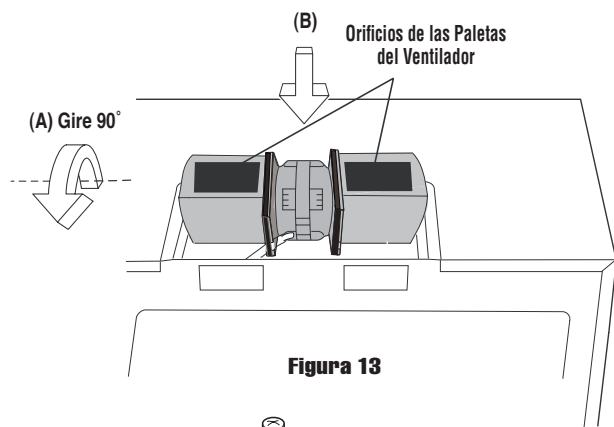

Figura 13
3. Gire la unidad de ventilador de la campana 90° para que los Orificios de las Paletas del Ventilador estén frente a la parte superior del horno. Vea la Figura 13 de la página 6. Coloque nuevamente la unidad de ventilador de la campana en el horno. Tenga cuidado de no atrapar el conductor entre el soporte interior y la unidad de ventilador de la campana. Coloque el conductor en la caja de alambres.